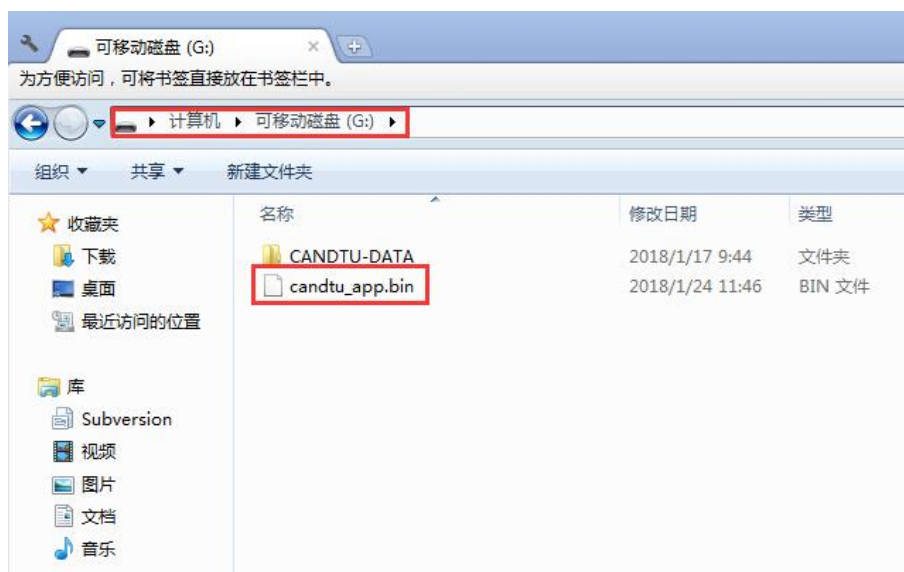

图 6.1 固件保存路径
- 1) 将固件文件保存至 SD 卡，固件文件名必须为：candtu_app.bin，存放路径必须在 SD 卡的根目录下，如图 6.1 所示。